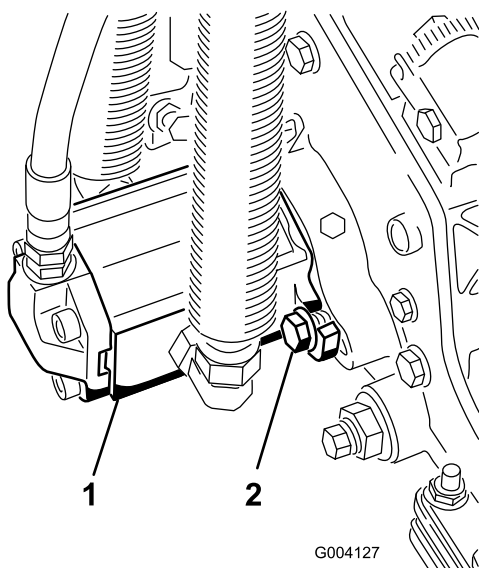

図 13
15. モータを手を持ち、右回りにひねってモータのフランジをボルトから逃がしながら、キャップスクリューにモータをセットする(図 13)。モータを左回りにひねって、ボルトにフランジをしっかりと掛け、ボルトを締めてモータを固定する。